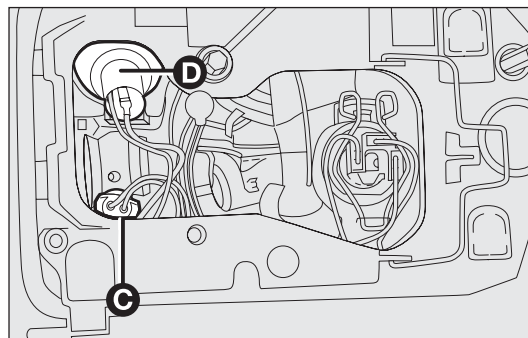

fig. 142
- ruotare il portalamпада C-fig. 142 ed asportarlo (è fissato a pressione);
- ruotare il portalamпада D-fig. 142 ed asportarlo (è fissato a pressione);